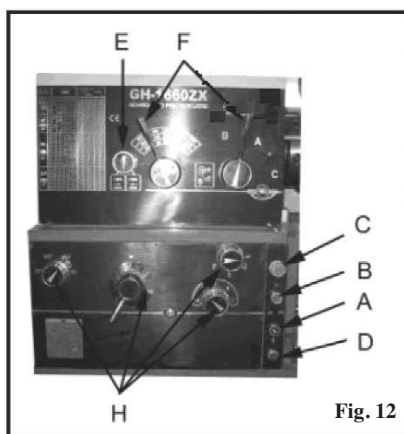

Fig. 12
**Till-/frånkoppling av kylning:** (A, fig. 12) Startar och stänger av kylpumpen.
**Lampa för strömtillförsel:** (D, fig. 12) Lyser när svarven är på.
(C, fig. 12) Stänger av alla funktioner på maskinen. (Observera: Svarven får dock fortfarande ström). Vrid medurs för att återställa.
**Startknapp:** (B, fig. 12) Tryck in och släpp den igen för att starta spindeln.
**2. Spindeldockans växelspakar:** (F, Fig. 12) Placerade upptill på spindeldockans framsida. Flytta spakarna åt vänster, eller höger, för att ställa in önskad spindelhastighet.
**3. Riktningsspak ledarskruv/matarspindel:** (E, fig. 12) Sitter på spindeldockans framsida, nere till vänster. Matarriktningen ändras med vredet. (Observera: Ändra inte vredets inställning när maskinen går.)
**4. Matarväljarspåk:** (H, fig. 12) Sitter på spindeldockans framsida. Används för att öka gängskärnings- och matarhastigheten.